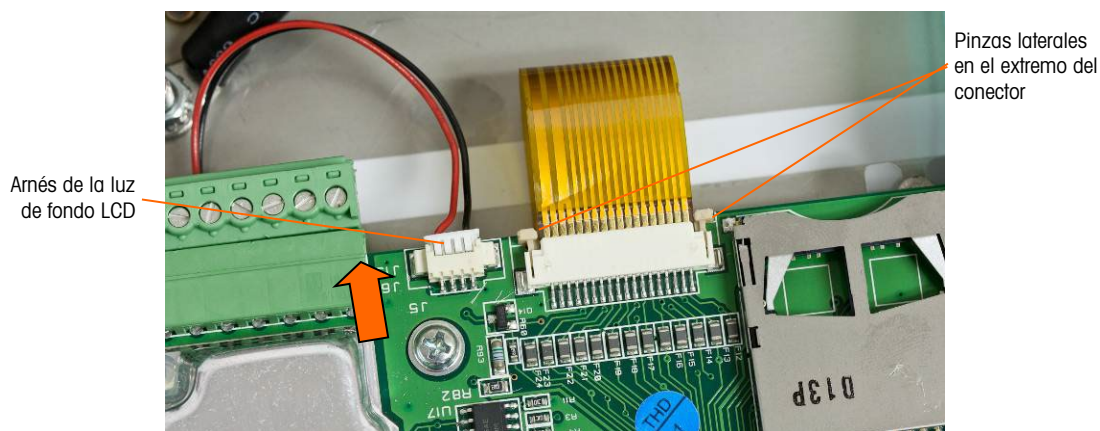

Figura 5-13: Remoción del arnés de la pantalla
2. Para retirar el arnés de la tarjeta de la pantalla, deslice con cuidado los dos extremos de plástico del conector de la tarjeta principal del centro de la tarjeta (liberando la tensión sobre el arnés) y separe el arnés del conector. Esto se muestra en la Figura 5-13.
3. Retire los arneses de la luz de fondo LCD (también se muestran en la Figura 5-13) separándolos con cuidado de la tarjeta en los extremos izquierdo y derecho del conector. No tire de los alambres, ya que puede dañar el arnés.